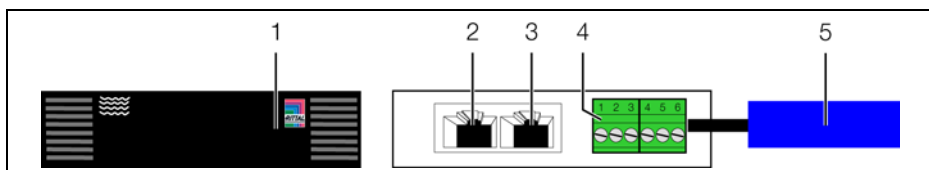

Рис. 3: Элементы индикации, шторки и разъемы
Элементы управления и индикации показаны на рис. 3.
#### Обозначения на рис. 3
- Подключите три обозначенных цветом кабеля сенсора к универсальному разъему следующим образом (рис. 3, поз. 4):
- Соедините датчик воздушного потока кабелем CAN-Bus с CMC III PU или соседними элементами в шине CAN-Bus (рис. 3, поз. 2, 3).